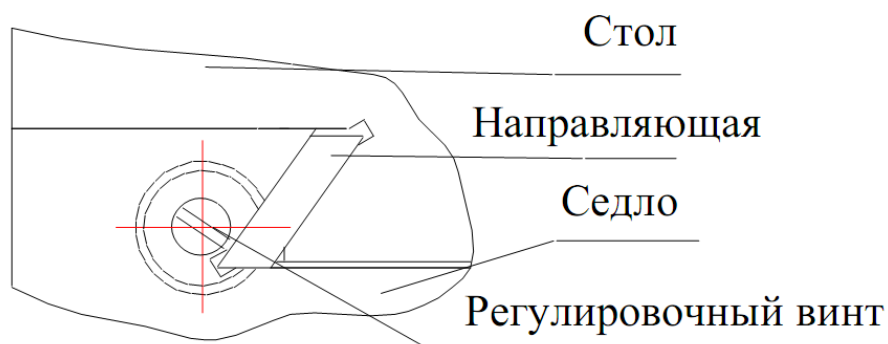

Рис. 4
10.1 Регулировка направляющих стол-седло (Рис. 4).